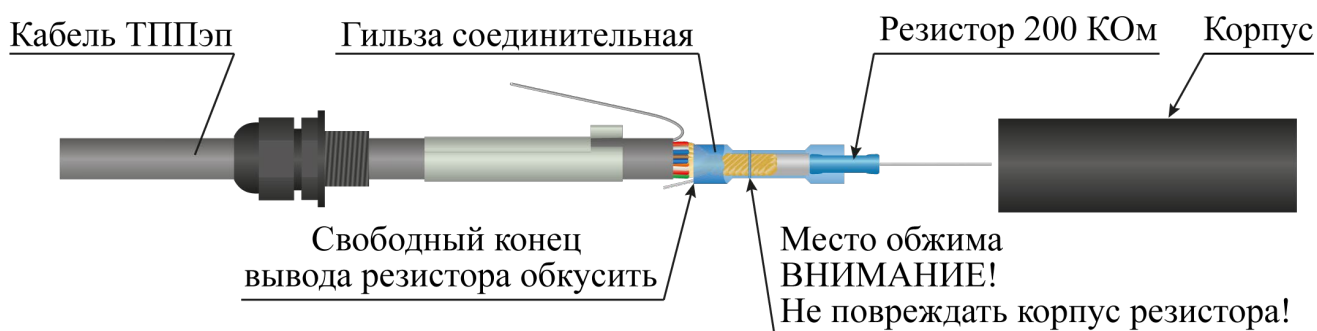

Рисунок 4.18
- гильзу обжать с помощью специального инструмента (рекомендуется применять клещи обжимные КО-01) со стороны кабеля ТППЭп, не повреждая корпус резистора (рисунок 4.18). **Обжатие пассатижами не обеспечивает надежного электрического контакта;**